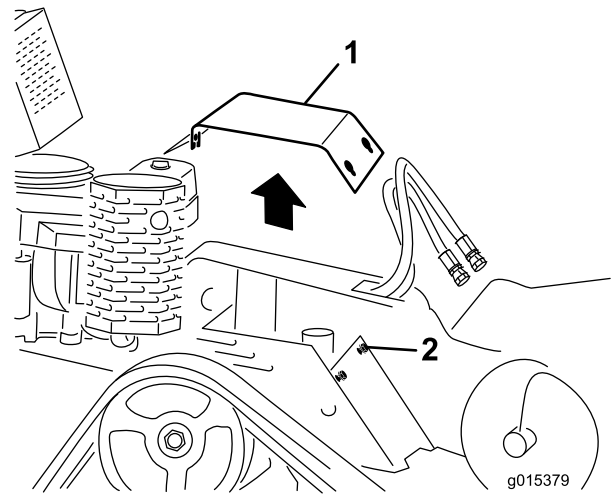

Bild 25
3. Lösen Sie die 3 Schrauben, mit denen die Abdeckplatte am Rahmen befestigt ist, bis die Abdeckung nicht mehr befestigt ist (Bild 25).
2. Schieben Sie die Abdeckplatte in die richtige Stellung und befestigen sie mit den 3 vorher gelösten Schrauben (Bild 25).